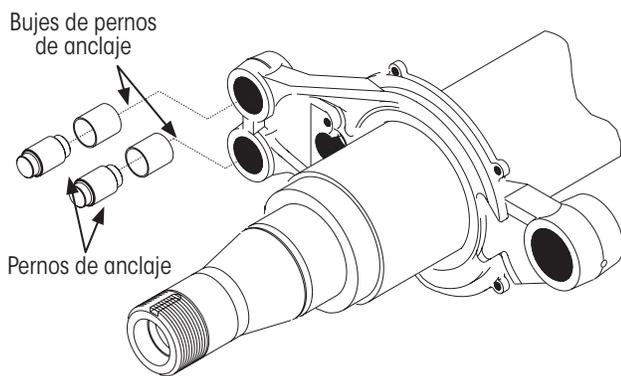

Figura 42: Instalación de nuevos pernos de anclaje y bujes de pernos de anclaje
1. **Inspeccione** los bujes de los pernos de anclaje en la araña. Remueva y reemplace de ser necesario (Figura 42).